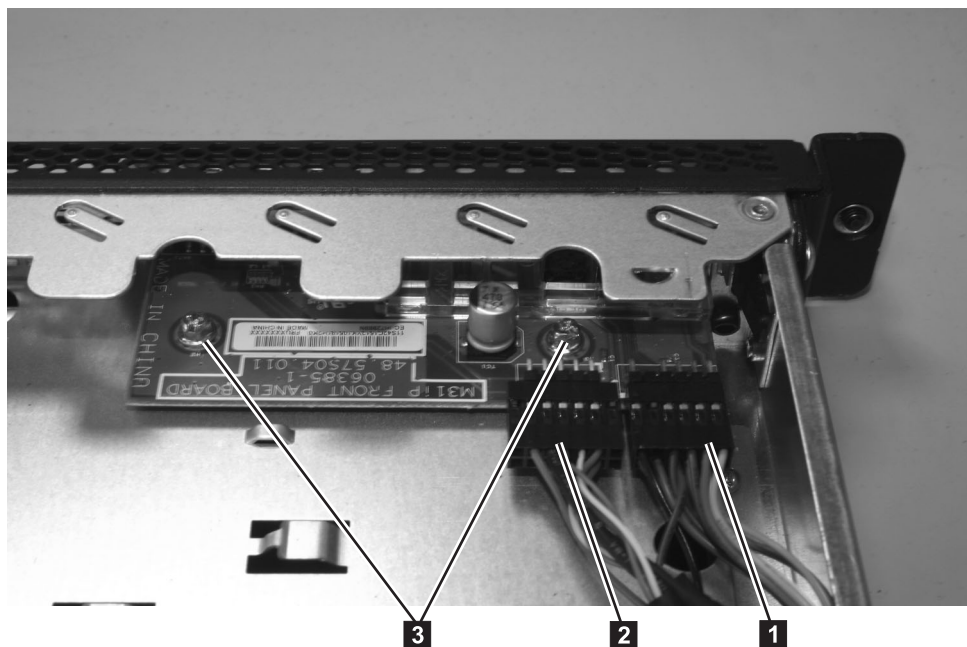

図 167. SAN ボリューム・コントローラー 2145-8A4 オペレーター情報パネル
6. ライト・パネル・ケーブル **1** および USB ケーブル **2** を、オペレーター情報パネル・ボードから切り離します (図 167 を参照)。